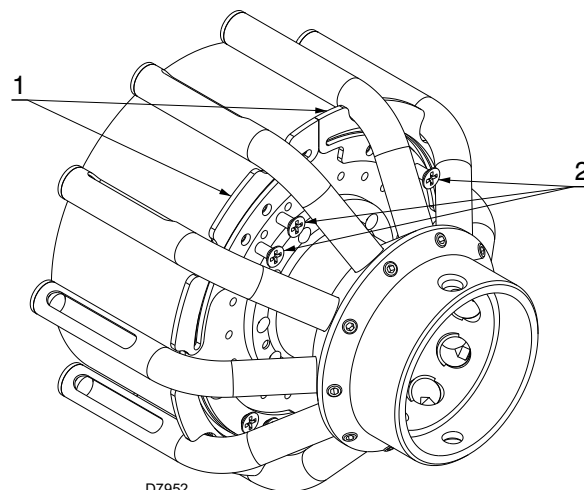

Fig. 18
- retirar os 8 parafusos 2) (Fig. 18);